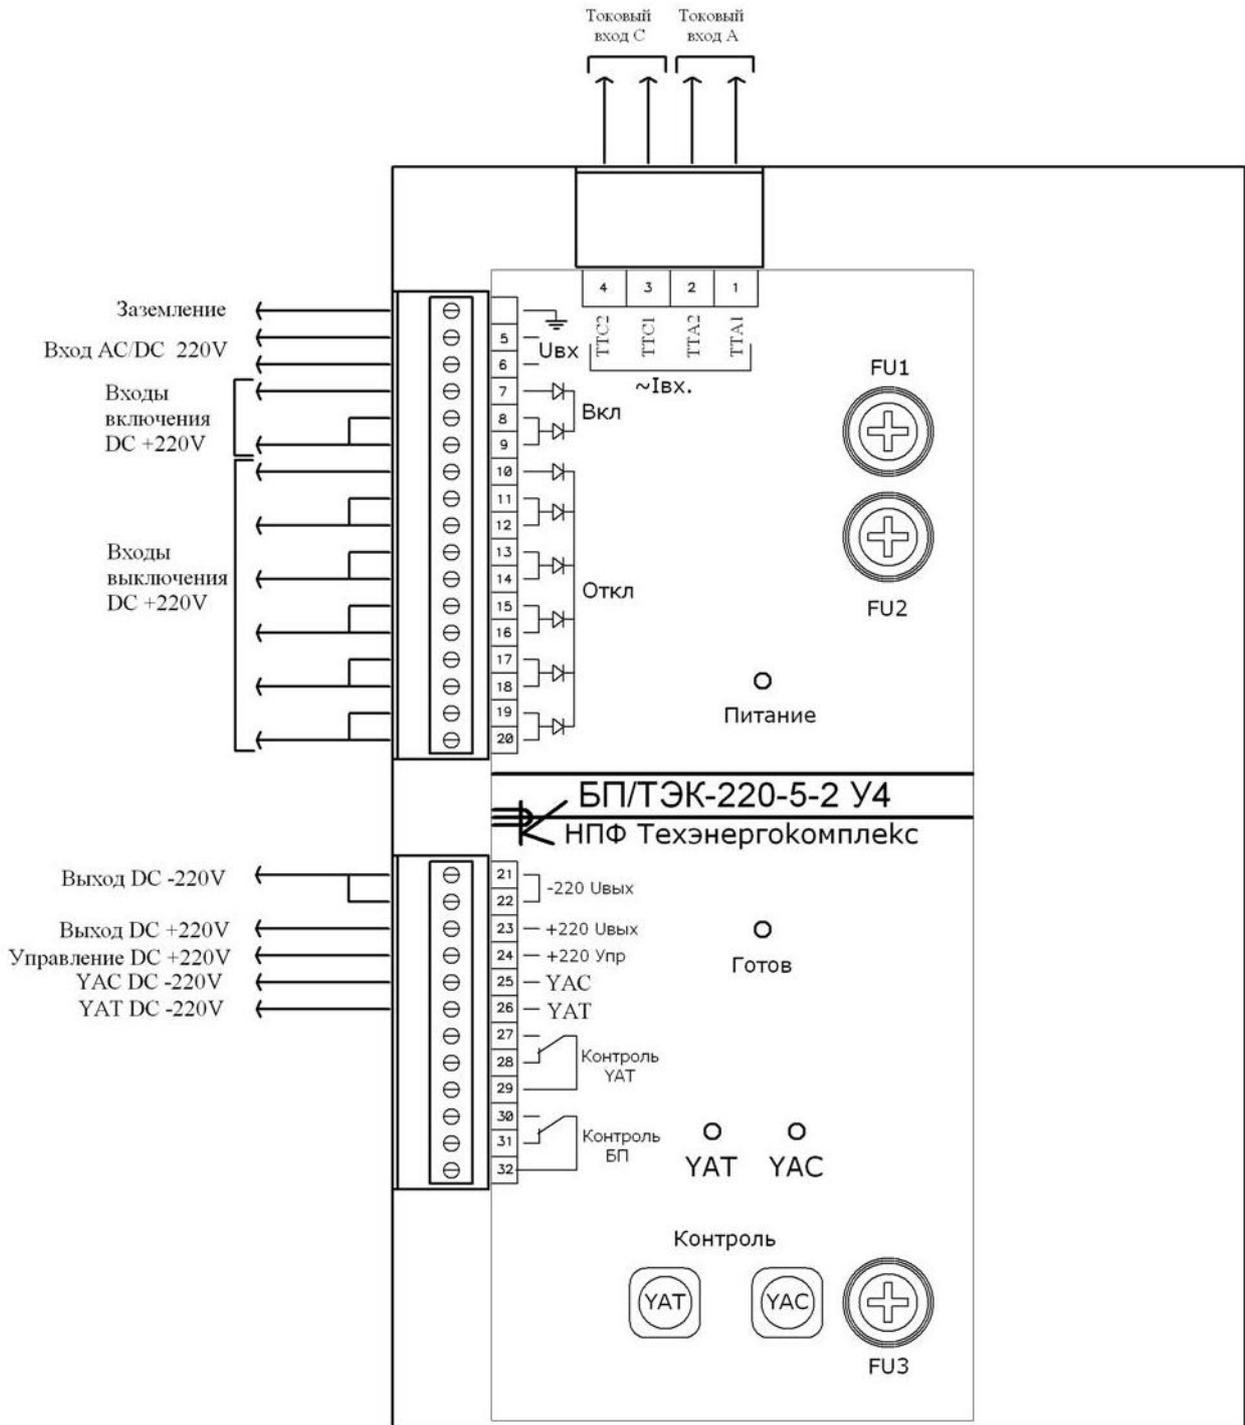

Рис.2. Подключение блока
4.3. Блок имеет три группы винтовых клемм для подключения внешних цепей. Назначение клемм указано на лицевой панели. На рис.2 приведено подключение внешних цепей к блоку.